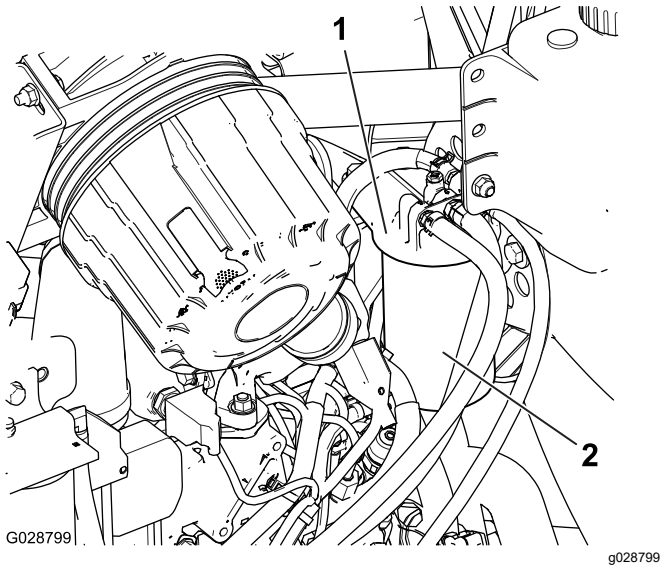

Bild 50
1. Reinigen Sie den Bereich um den Kraftstofffilterkopf (**Bild 50**).
2. Entfernen Sie den Filter und reinigen die Kontaktfläche (**Bild 50**).